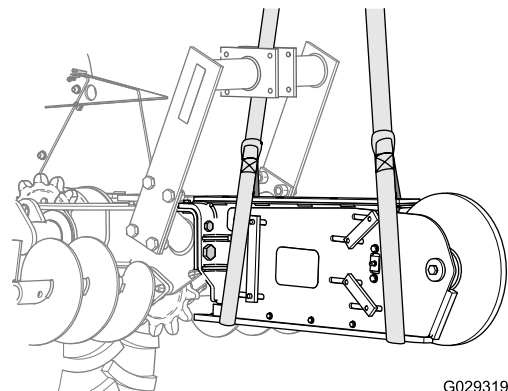

Figure 2
3. Attachez le matériel de levage à l'élinde à roche, et levez l'élinde (Figure 2).